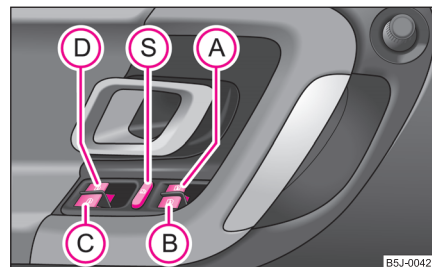

Fig. 28 Touches dans la portière du conducteur
Les contacteurs pour chaque vitre se trouvent sur le bloc de commande de la portière conducteur ⇒ page 41, fig. 28, de la portière passager avant et des portières arrière*.
Vous pouvez neutraliser les contacteurs pour les lève-vitres dans les portes arrière en appuyant sur la touche de sécurité  ⇒ page 41, fig. 28. Vous pouvez
- Si des enfants sont assis sur les sièges arrière, nous vous recommandons de neutraliser les lève-vitres électriques des portières arrière (touche de sécurité)  ⇒ page 41, fig. 28.